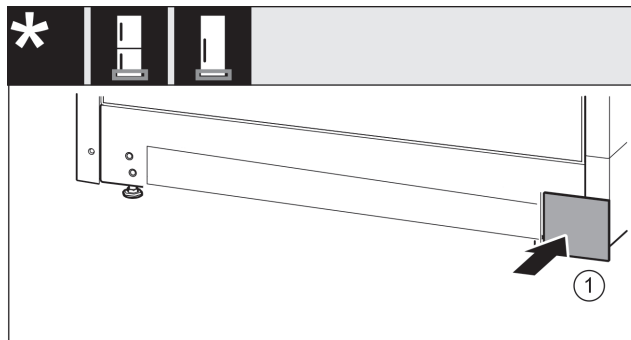

Fig. 27
- ▶ Τοποθετήστε ξανά το κάλυμμα στην άλλη πλευρά. Fig. 27 (1)